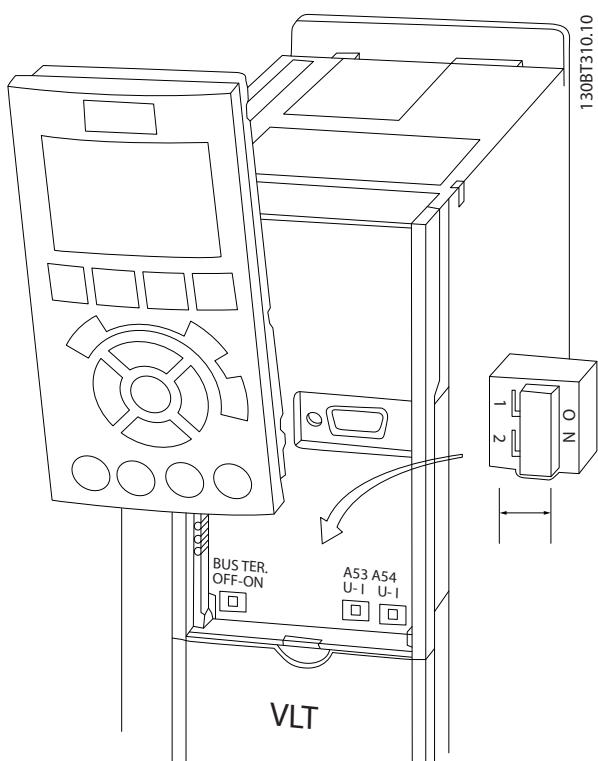

Рисунок 2.14 Расположение переключателей клемм 53 и 54 и переключатель оконечной нагрузки шины
- Доступ к переключателям можно получить, сняв крышку МПУ (см. Рисунок 2.14). Обратите внимание, что некоторые дополнительные платы для устройства могут закрывать данные переключатели, и для изменения позиции переключателя их потребуется снять. Всегда отключайте питание устройства перед снятием дополнительных плат.